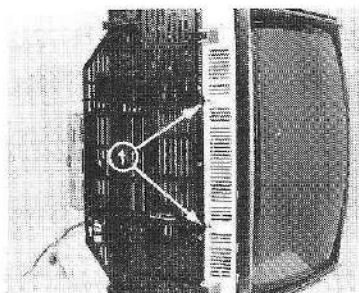
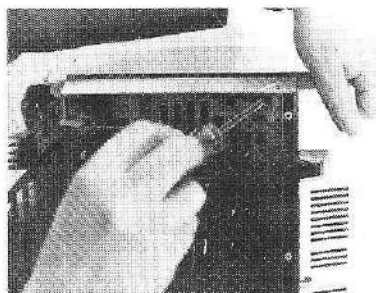

Fig. 3
Fig. 4
30) — BANDEAU — (Fig. 3)
- Desserrer les vis (1) s'il y a lieu.
- Au moyen d'un tournevis, dégager les ergots de fixation du bandeau comme indiqué Fig. 4 et 5